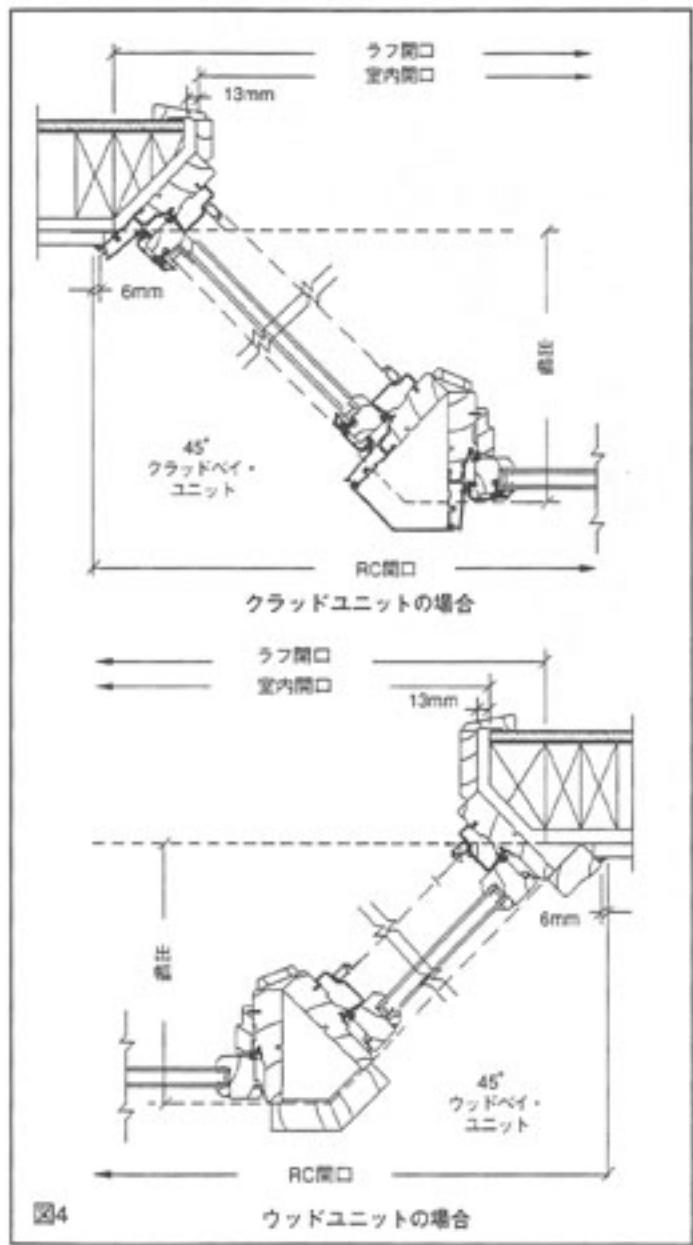

図4
7. ユニットを取り付ける前に、ヘッドボードとシートボードが窓枠と接する部分にコーリングを施します。ウッドユニットの場合は、ケーシングと窓下枠が窓枠と接する部分にもコーリングしてください。(図4)。